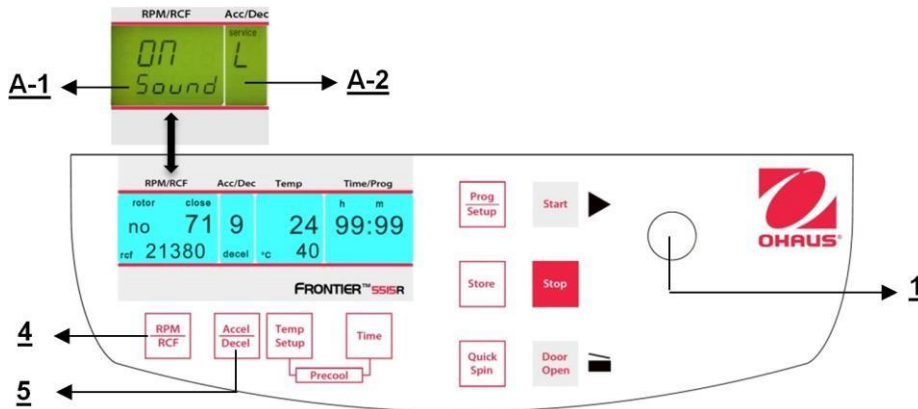

Figura 33
Proceda como se describe en el punto 4.1.2 para ingresar en este modo de programa y luego presione el botón "Accel/Decel" (5). En la pantalla "Acc/Dec" (A-2) destella la palabra "Service". Ahora seleccione la letra "L" con la perilla de ajuste (1). Como resultado, aparecen las palabras "On Sound" en la pantalla "RPM/RCF" (4). Si presiona el botón "RPM/RCF" (4) ahora, destella la palabra "On" y puede apagar el sonido con la perilla de ajuste (1) (vea la Figura 33).